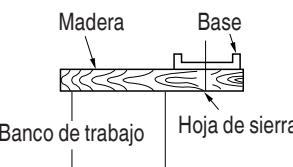

Fig. 15
6. Prepare un banco de trabajo de madera (Fig. 15)